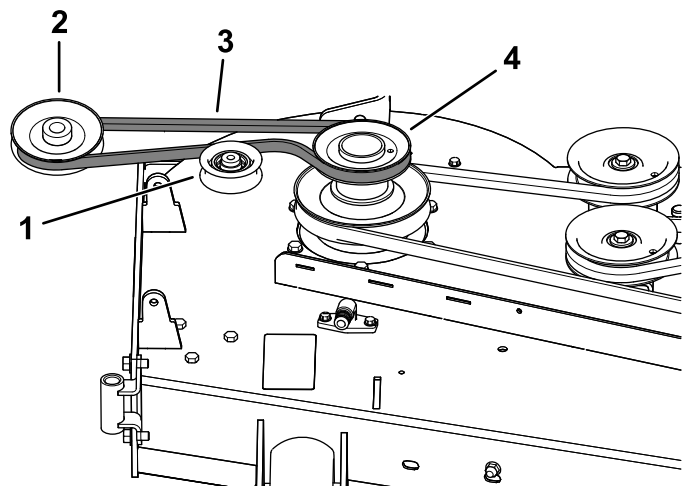
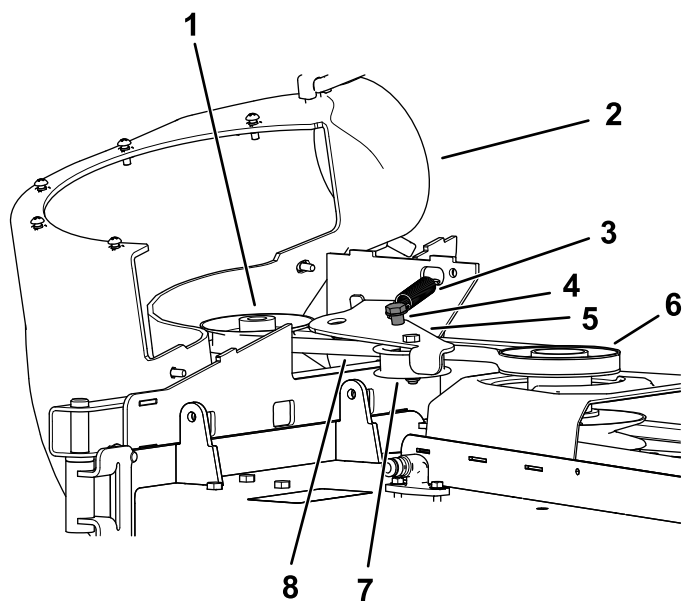

Figure 25
Figure 26
1. Si nécessaire, installez la courroie sur la poulie de ventilateur (Figure 25).
1. Chaussez la courroie sur la poulie de ventilateur (Figure 25 et Figure 26) ; voir 11 Montage du ventilateur (page 16).
3. Tirez sur la poulie de tension rappelée par ressort pour l'éloigner de l'ergot fixe et chaussez la courroie sur la poulie du plateau de coupe (Figure 26).
4. Acheminez la courroie autour de la poulie d'entraînement, comme illustré à la Figure 25 et la Figure 26.